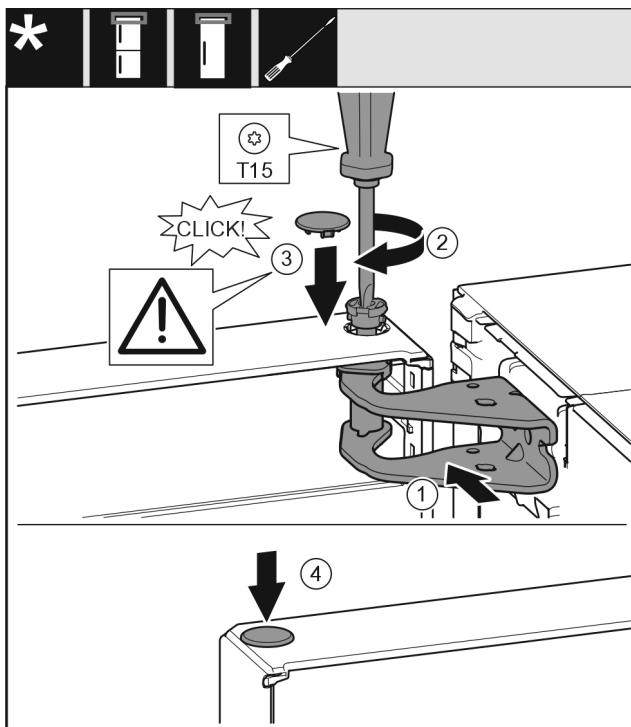

Fig. 22
- Tür oben zur Öffnung im Lagerbock ausrichten. Fig. 22 (1)
- Bolzen Fig. 22 (2) einsetzen und mit Schraubendreher festschrauben.
- Sicherungsabdeckung Fig. 22 (3) zur Sicherung der Tür montieren: Sicherungsabdeckung einsetzen und Kontrollieren ob sie auf der Tür aufliegt. Ansonsten Bolzen vollständig einsetzen.
- Stopfen Fig. 22 (4) einsetzen.